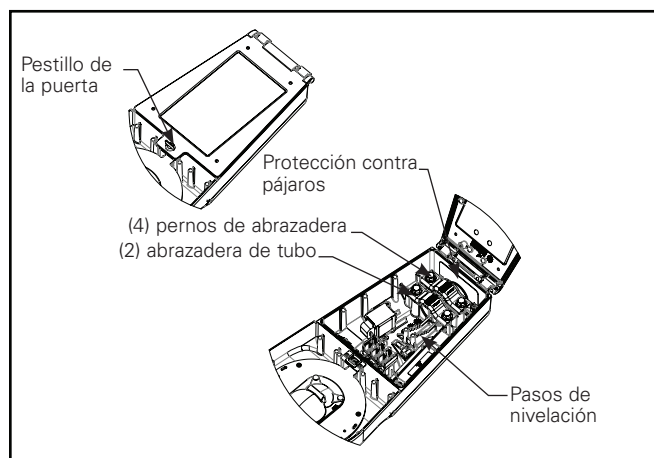

Figura 1.
1. Coloque el alojamiento sobre una superficie lisa y suave y abra la puerta de acceso girando el pestillo de la puerta 1/4 de vuelta. (Figura 1)